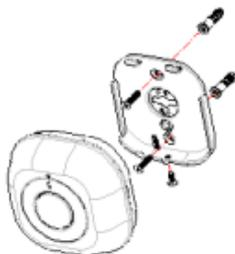
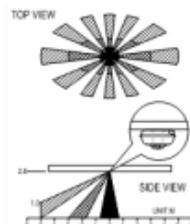

FIGURA 4a
FIGURA 5b
4. 2 sono le modalità di montaggio applicabili al dispositivo. Decidere quindi tra un montaggio a parete (figura 4a) oppure montaggio a soffitto (figura 5b).
Il posizionamento consigliato per il montaggio a soffitto è a 2.8 m di altezza dal pavimento. A questa altezza, la distanza di rilevamento ottimale è di 5 m con un angolo di rilevamento pari a 360° (figura 5b)